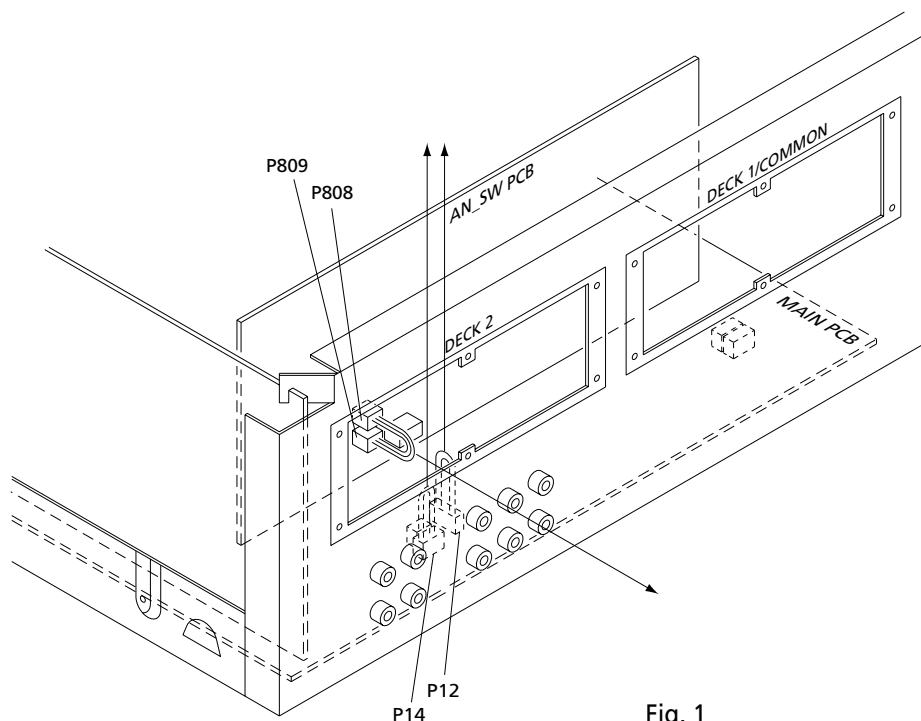

Fig. 1
- ①9本のネジを外して322のボンネットを開けます。
- ②ブランクパネルを2枚（ネジ6本×2枚分）取り外します。
- ③以下の3つのコネクタを取り外します。[Fig. 1]
- ① Remove the deck's cover by removing nine screws.
- ② Remove the deck's two blanking panels by removing the screws (six screws for each).
- ③ Remove the following three connectors. [Refer to Fig. 1.]